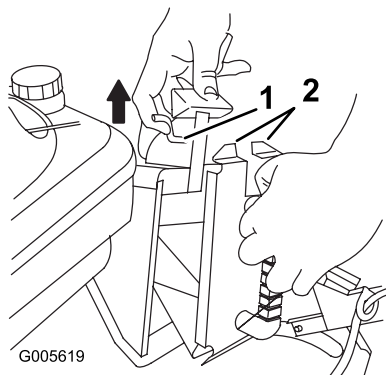

Figura 23
- Levante el enganche del tirador y empuje el tapón hasta el fondo al tiempo que mueve el tirador de la puerta hacia atrás (Figura 23).
4. Suelte el enganche de la puerta, dejando que se traben con las pestañas del tapón (Figura 23).